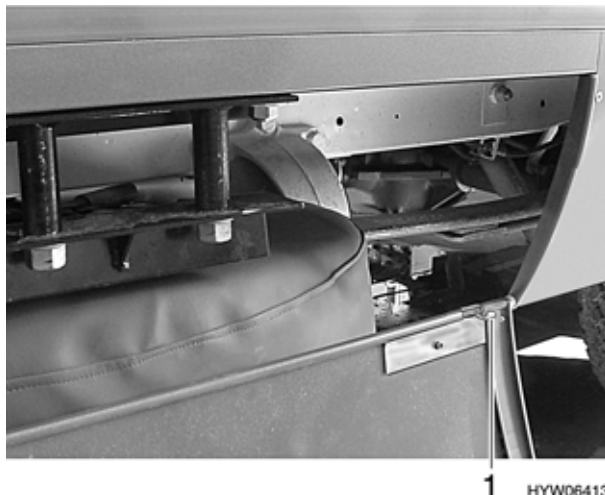

Fig. 179 Copertura ruota di scorta, sottoscocca
- Spingere il chiavistello (Fig. 179,1) di lato.